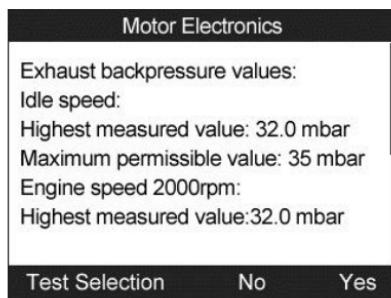

Figura 11.46
- f) La herramienta enviará un reporte para su confirmación. (Figura 11.46)